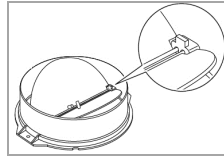

Bild 3
- Hängen Sie die Haube ein. Kontrollieren Sie den sicheren Halt und die waagerechte Position. Drehen Sie zur Sicherung der Haube die unteren Schrauben 2x ST4*30mm durch den Haubenkörper fest (**Bild 3**).